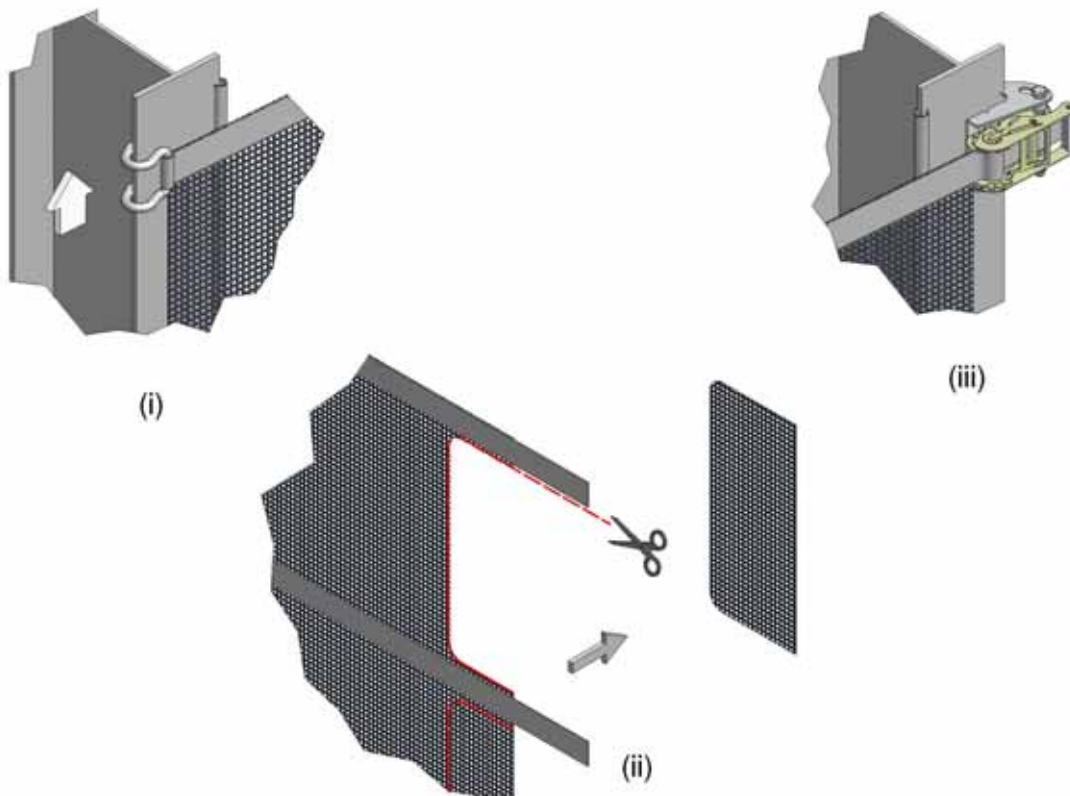
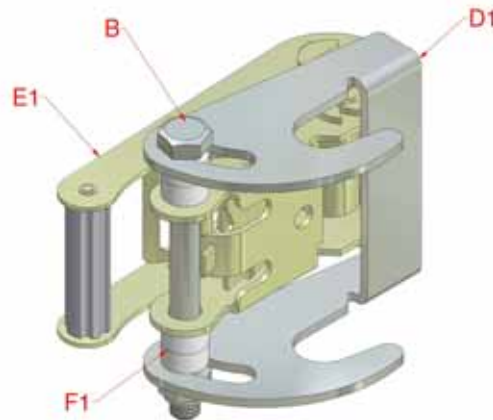

Abbildung 5, Anpassung des Netzsegments
Abbildung 6, 50 mm Haken und Ratscheneinheit
3. Bringen Sie die einfachen Haken (C1 oder C2) an dem Netzsegment an (A1) und befestigen Sie die Haken dann am linken Doppel-T-Träger; Abbildung 5(i).
5. Kürzen Sie ggf. das Netzsegment auf die erforderliche Länge. Am besten verwenden Sie dafür eine scharfe Schere oder ein scharfes Messer mit geradem Rand. Entfernen Sie das Netz auf jeder Seite des Gewebegurts, sodass alle Ecken abgerundet sind. Entfernen Sie immer den gesamten Netzüberschuss. Schneiden Sie das Netz an jeder Seite des Gewebegurts nicht so, dass überstehendes Gewebe lose absteht; Abbildung 5(ii).
6. Befestigen Sie die Ratschenhaken (D1) mit den Schrauben M12 x 130 und den Muttern (B) an den Ratschen (E1). Verwenden Sie dabei zwei Ratschenabstandshalter (F2) auf jeder Seite der Ratsche (siehe Abbildung 6). Beginnen Sie oben und halten Sie die Ratscheneinheit am gegenüberliegenden Doppel-T-Träger in Position. Führen Sie das Oberband durch die Ratsche, aber spannen Sie das Netzmaterial jetzt noch nicht vollständig; Abbildung 5(iii).